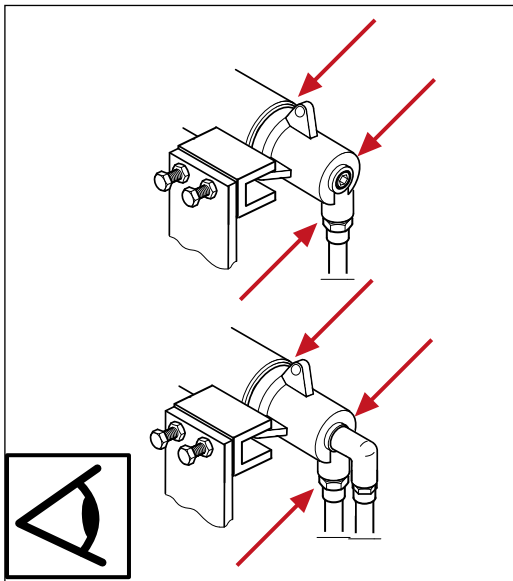

Fig. 9: Eseguire il controllo visivo
4. Se il collettore rotante è usurato e perde, ed è visibile l'indicatore di usura sul rotore (Fig. 9), sostituire la tenuta con una nuova. Sono disponibili presso *DEUBLIN* i kit di riparazione.